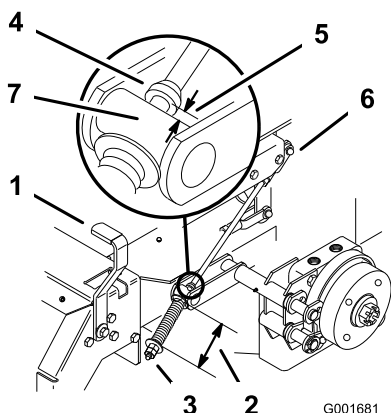

Figura 48
2. Misurate la lunghezza della molla; la distanza tra le rondelle deve essere 74 mm (Figura 48).
- A. allentate il controdado sotto la molla e serratelo direttamente sotto la forcella (Figura 48).
6. Misurate la distanza tra il perno di articolazione del rullo ed il collare sull'asta del freno. La distanza deve essere di 5–7 mm (Figura 48).
- B. Girate i dadi di regolazione inferiori fino ad ottenere la misura esatta (Figura 48).